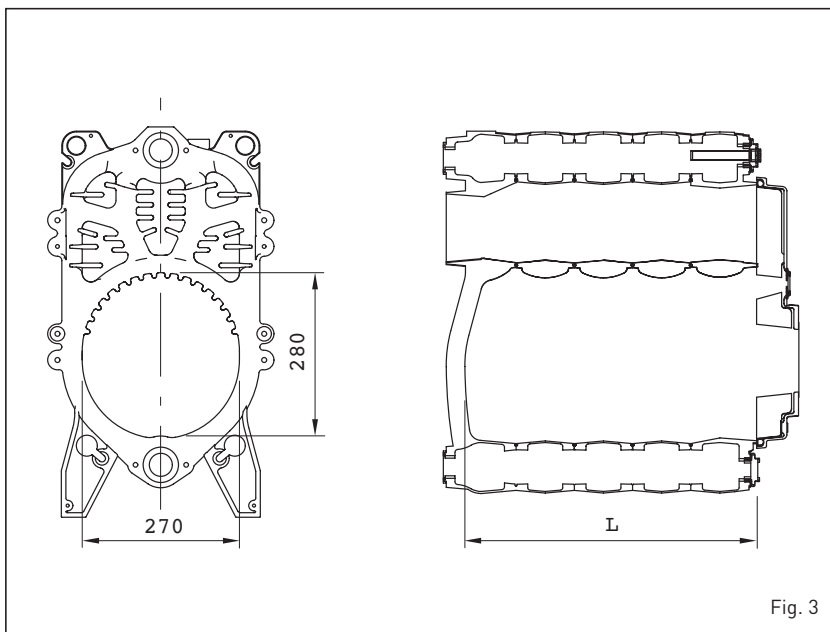

Fig. 3
1.6 CÂMARA DE COMBUSTÃO (fig. 3)
As dimensões da câmara de combustão são indicadas na fig. 3.